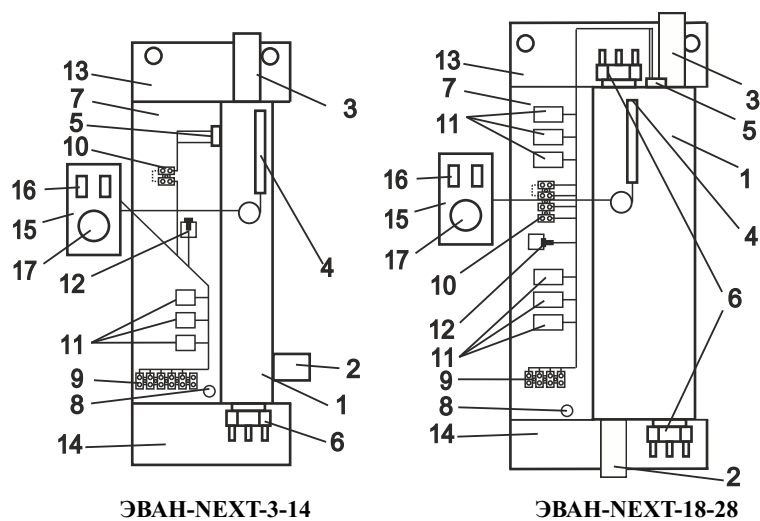

Рисунок 2 (кожух не показан)
4.3 Приборы ЭВАН-NEXT в соответствии с рис. 2 состоят из следующих основных частей:
- котла в теплоизоляции (1) с входным (2) и выходным (3) патрубками с наружной резьбой G1 (для ЭВАН-NEXT-3-14), или G1¹/₄ (для ЭВАН-NEXT-18-28), датчиком терморегулятора (4), аварийным самовозвратным термовыключателем (5), отключающим прибор при 92°С, и блоком ТЭНов (6);
- панели установочной (7), с размещенными на ней: зажимом заземления (8) для подключения защитного проводника РЕ; зажимом винтовым (9), служащим для подключения внешнего силового кабеля и циркуляционного насоса; зажимом винтовым (10) для подключения датчика температуры воздуха, реле коммутации (11) и предохранителем циркуляционного насоса (12);
- верхнего (13) и нижнего (14) кронштейнов;
- панели управления (15), с расположенными на ней выключателями ступеней мощности (16) и терморегулятором с ручкой (17), служащим для установки температуры нагрева теплоносителя.